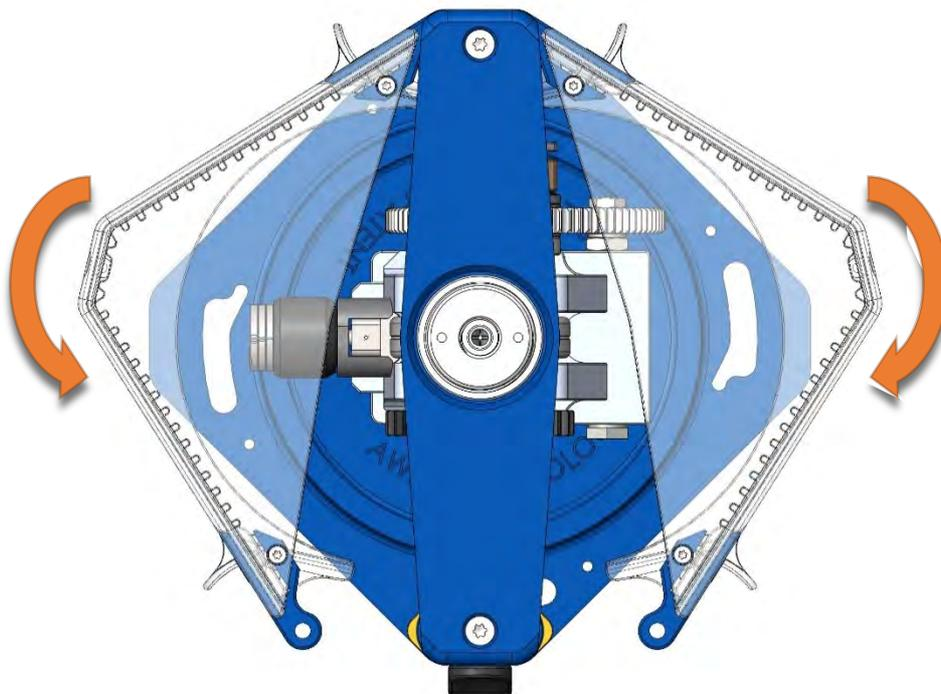

Figure 17
3. Pour fermer les protections latérales, il est nécessaire de les pousser, en appliquant une pression modérée dans la phase finale, pour permettre l'activation du mécanisme de verrouillage. Figure 17 et 18;